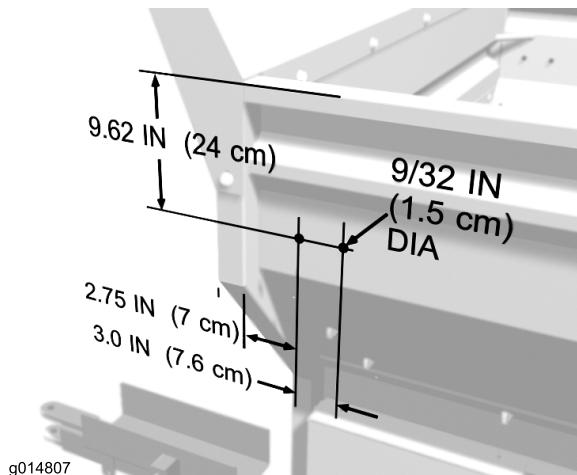

図 1
- 図 1 に示された通りの寸法で、ホッパーの左前側面に、直径 7 mm の穴を 2ヶ所あける。ホッパーの右側についても同じ作業を行う。